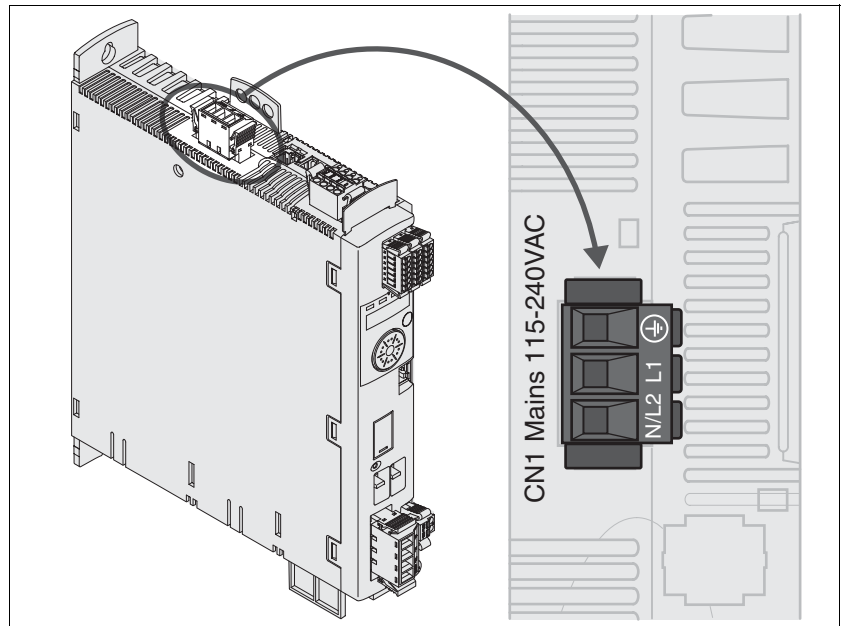

图 6.9 单相设备输出级电源接线图
- ▶ 将电线连接至（图 6.9）。注意接线端子螺钉的不同拧紧扭矩。